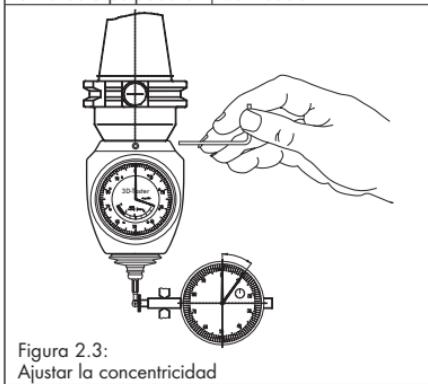

Figura 2.3:
3. Aflojar los 4 tornillos de ajuste (con hexágono interior SW 2, Figura 2.3.)
encuentren en la dirección de medición del reloj de verificación. Con estos dos tornillos de ajuste y la llave adjunta poner la aguja del reloj de verificación en 0 (Figura 2.3).